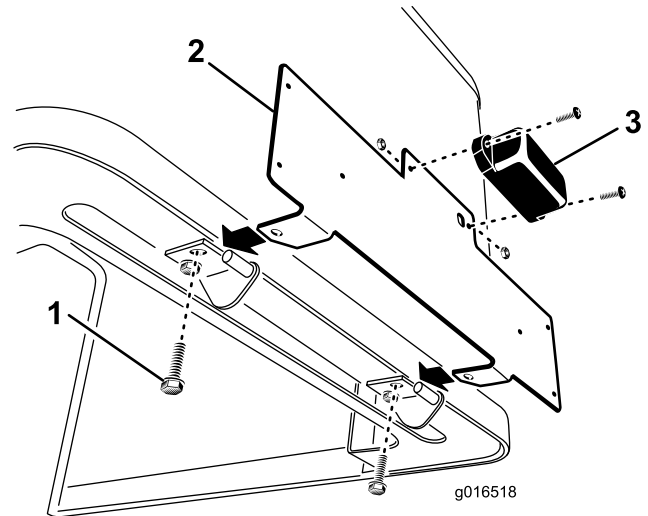

Figure 1
4. Retirez les (2) goupilles fendues qui fixent les supports de pivot arrière du capot aux pivots du châssis, et soulevez le capot.
5. Retirez les vis **arrière** qui fixent les supports de pivot de capot au capot (Figure 1). Ne retirez que la vis arrière de chaque support de pivot de capot.
1. Vis arrière de pivot de capot (2)
6. Montez l'éclairage sur la plaque de montage avec (2) vis n° 10 x 5/8" et écrous de blocage n°10 (Figure 1). Ne serrez pas excessivement. Le verre de l'éclairage doit être orienté vers le bas et les fils être insérés dans le trou de la plaque de montage.
7. Avec les (2) vis retirées précédemment, fixez la plaque de montage aux supports de pivot du capot et au capot (Figure 1).